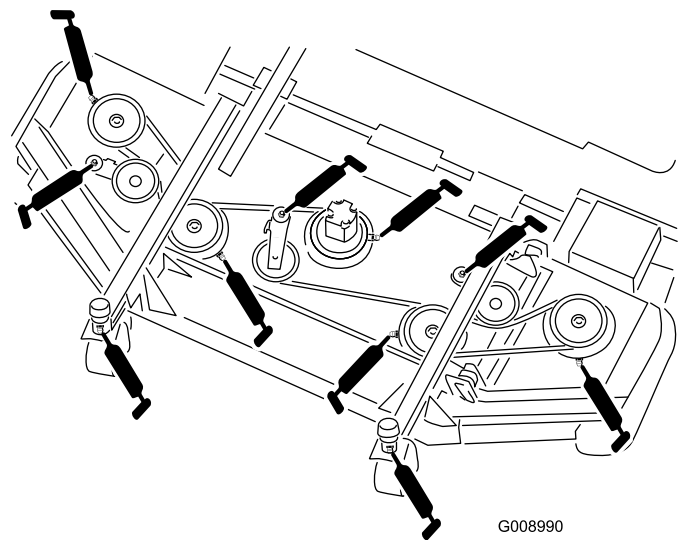

Bild 50
- Laufradgabel-Büchsen (2) (Bild 50)
- Spindelwellenlager (5) (am Spindelgehäuse) (Bild 50)
- Spannarm-Drehbüchsen (3) (an Spannarm-Drehwelle) (Bild 50)